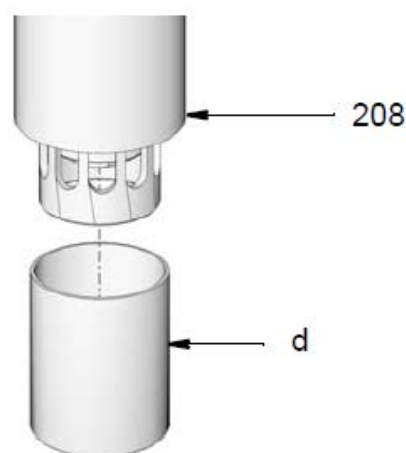

Рис. 4
3. Снимите защитную крышку (d) (рис. 4) с нижней трубки (208) насоса.